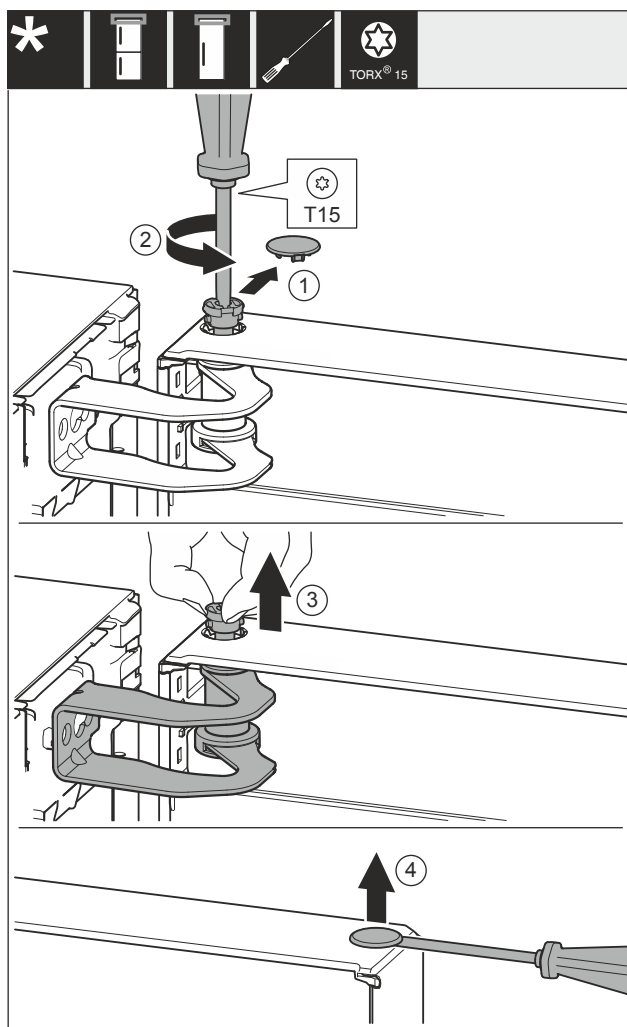

Fig. 24
- Îndepărtați capacul Fig. 24 (1) cu precauție.
- Extrageți puțin bolțul Fig. 24 (2) prin rotire cu șurubelnița.
- Extrageți bolțul Fig. 24 (3) cu degetele.
- Ridicați capacul Fig. 24 (4) cu precauție cu o șurubelniță și îndepărtați-l.